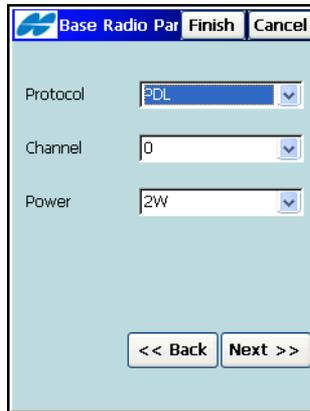

Abbildung 4-15. UHF-Modem
- Beim HiPerXT-UHF-Modem müssen Protokoll, Kanal und Leistung eingestellt werden (Abbildung 4-15 auf Seite 4-13).